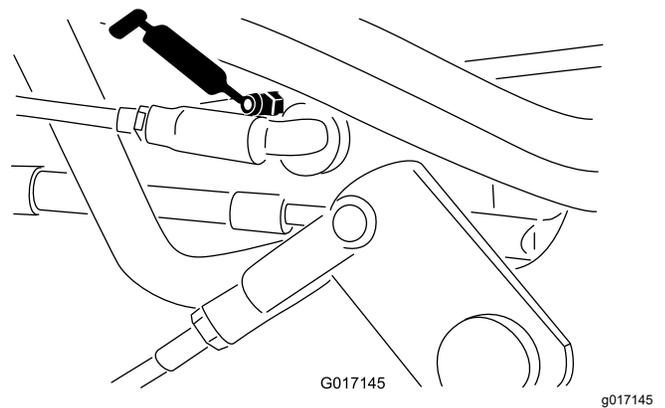
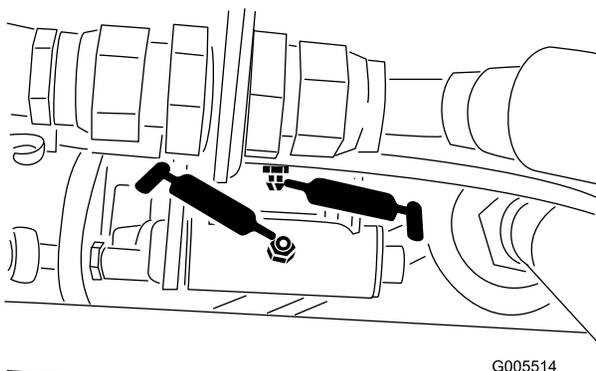

Figure 37
Figure 36
- Tringlerie de sélecteur de vitesses (Figure 36 et Figure 37)